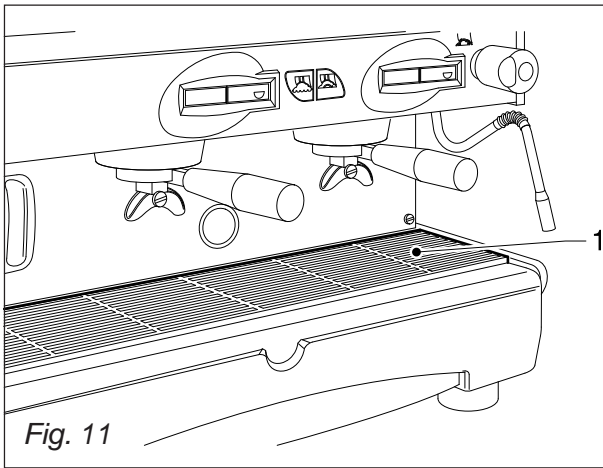

Fig. 11
- Togliere le griglie di appoggio tazze 1 (Fig. 11), sfilare la sottostante bacinella dell'acqua di scarico e provvedere alla loro pulizia.